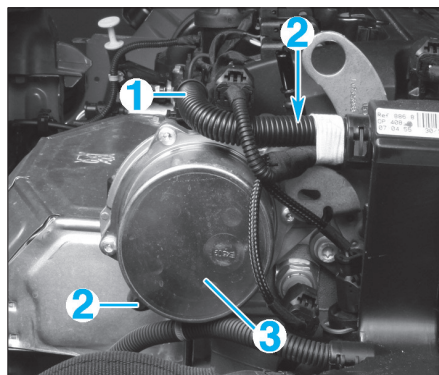

FIG. 21
- Débrancher la canalisation (1) à dépression de la pompe à vide (Fig.21).
- les vis de fixation de la pompe à vide (2),
- la pompe à vide (3).